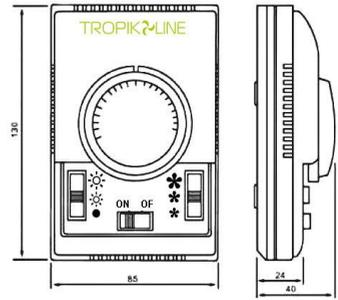

Рис. 3
5.1 Управление завесой осуществляется выносным ПДУ со встроенным в него терморегулятором (см. рис. 3), обеспечивающим автоматическое поддержание в помещении заданной Вами температуры (10 - 30°С).